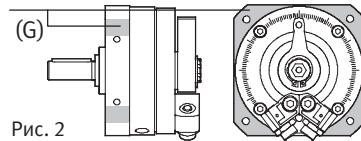

Рис. 2
1. Проверьте необходимость дополнительных отверстий в крепежном фланце модуля DSM. Серым обозначены участки (G) (Рис. 2), на которых на DSM можно проделать дополнительные отверстия (например, для крепления центрирующих штифтов).